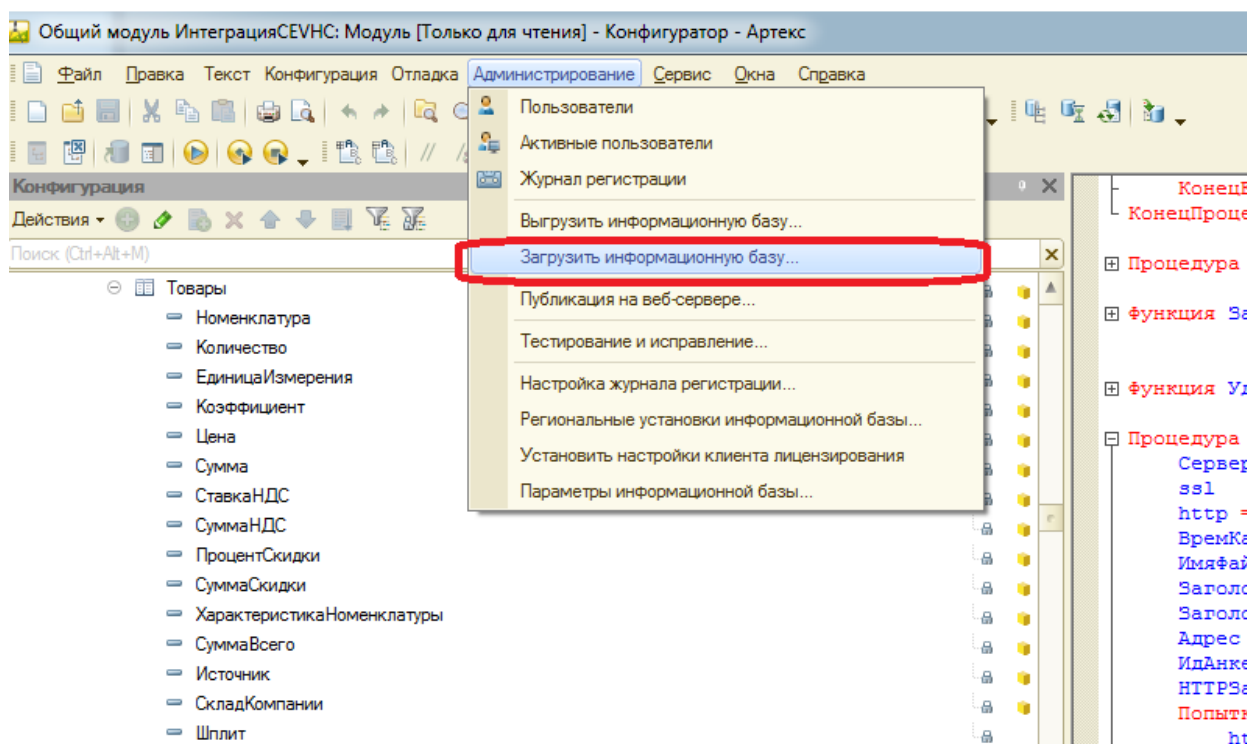

Рис.1 «Пункт меню сравнить/объединить»
2.1 В конфигураторе 1С выбираем пункт меню **Администрирование** -> **Загрузить информационную базу...** (Рис.1) Выбираем файл «1Cv8_ОбменEVHCv2_1.dt». Так же Необходимо добавить корневой сертификат узла в файл cacert.pem, который лежит в корне платформы.